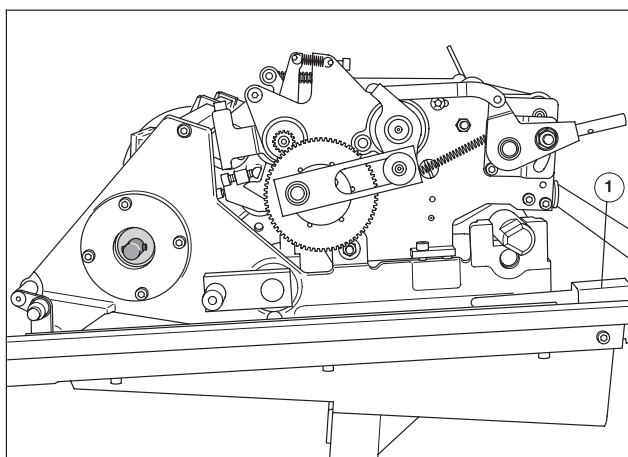

Рис. 52 Стопорная защелка выдвижного блока нумератора
- 3 Нажать на стопорную защелку выдвижной тележки (Рис. 52/1).